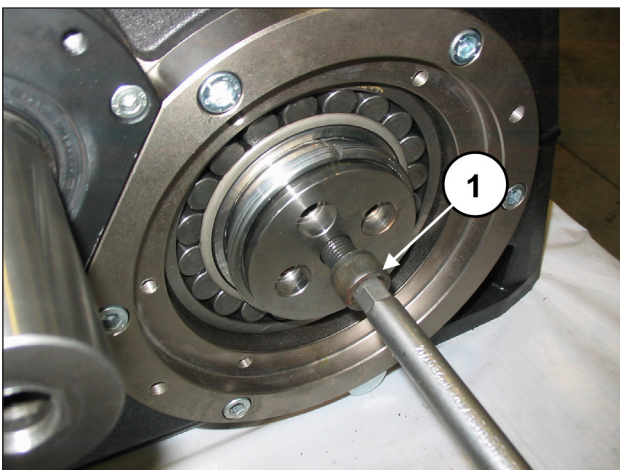

Abb. 80
Drehen Sie eine Schraube M16 ausreichender Länge (35-40 mm) in die Bohrung M16 der Kurbelwelle bis zur kompletten Auflage des Flanschs an der Buchse ein (Pos. ①, Abb. 80).